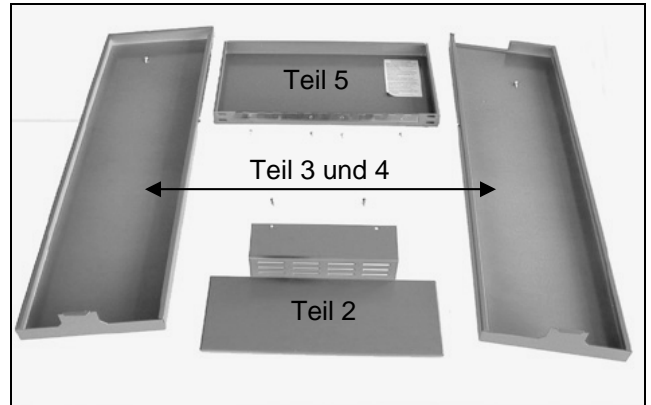
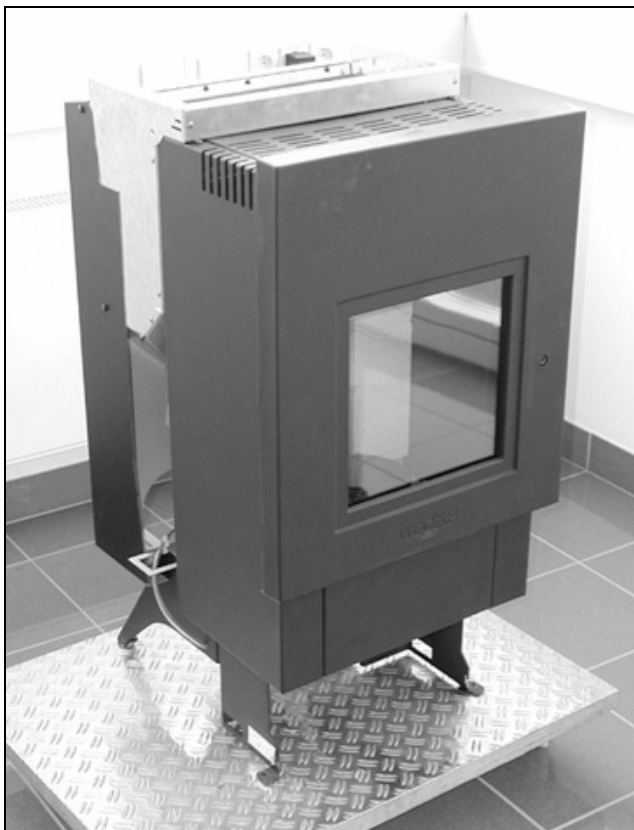

Abb. 2: Lieferumfang der Verkleidungsteile
Abb. 1: Grundkörper Smart (Teil 1)
Der Grundkörper des Smart (siehe Abb. 1) und die Verkleidungsteile (siehe Abb. 2) werden separat angeliefert. **Vor der Montage müssen die Verkleidungsteile auf mögliche Transportschäden (z.B. Kratzer) und auf Vollständigkeit hin überprüft werden. Spätere Reklamationen sind ausgeschlossen.** Folgende Bauteile müssen miteinander verbunden werden:
- Teil 1: Grundkörper Primärofen (Abb. 1)
Teil 2: Untere Verkleidungsschürze mit 2 Blebschrauben: ST 4,8 x 16 mm, lackiert (Abb. 2)
Teil 3 + 4: linke und rechte Seitenverkleidung mit je einer Blebschraube: ST 4,8 x 13 mm, verzinkt (Abb. 2)
Teil 5: Behälterdeckel mit Scharnierband und 4 Blebschrauben ST 4,2 x 9,5 mm lackiert (Abb. 2)